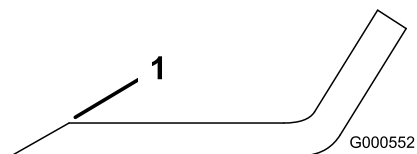
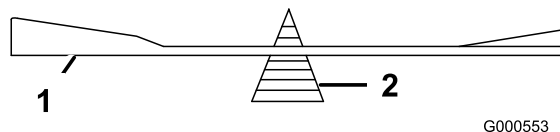

Bild 57
Bild 58
1. Schärfen Sie die Schnittkante an beiden Enden des Schnittmessers mit einer Feile (Bild 57). Behalten Sie den ursprünglichen Winkel bei. Das Schnittmesser behält seine Auswuchtung bei, wenn von beiden Schnittkanten die gleiche Materialmenge entfernt wird.
2. Überprüfen Sie die Auswuchtung des Schnittmessers auf einer Ausgleichsmaschine (Bild 58). Wenn das Schnittmesser in seiner horizontalen Position bleibt, ist es ausgewuchtet und kann wiederverwendet werden. Feilen Sie, wenn das Schnittmesser nicht ausgewuchtet ist, vom Flügelbereich des Messers etwas Metall ab (Bild 57). Wiederholen Sie diesen Vorgang, bis das Messer ausgewuchtet ist.